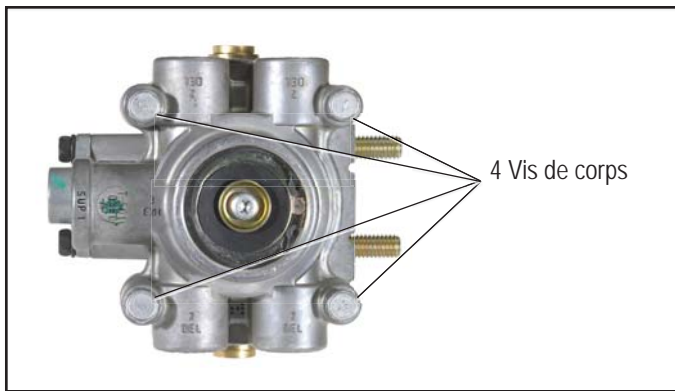

Figure 4 - VUE DE DESSOUS DE LA SOUPEPE SR-7™
4. À l'aide d'une clé à molette 11,11 mm (7/16 po), enlevez les quatre vis qui servent à fixer les corps supérieurs et inférieurs de la soupape SR-7™. Reportez-vous à la Figure 4. Ne débranchez pas de tuyaux ou de raccords additionnels. Le corps supérieur et le corps inférieur devraient être séparés d'environ 7,5 cm (trois pouces) afin d'assurer l'espace nécessaire à l'installation de cette trousse.